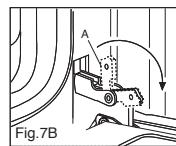

Fig.7B
- 3) ribaltare i ganci "A" verso l'esterno (vedere fig. 7B).